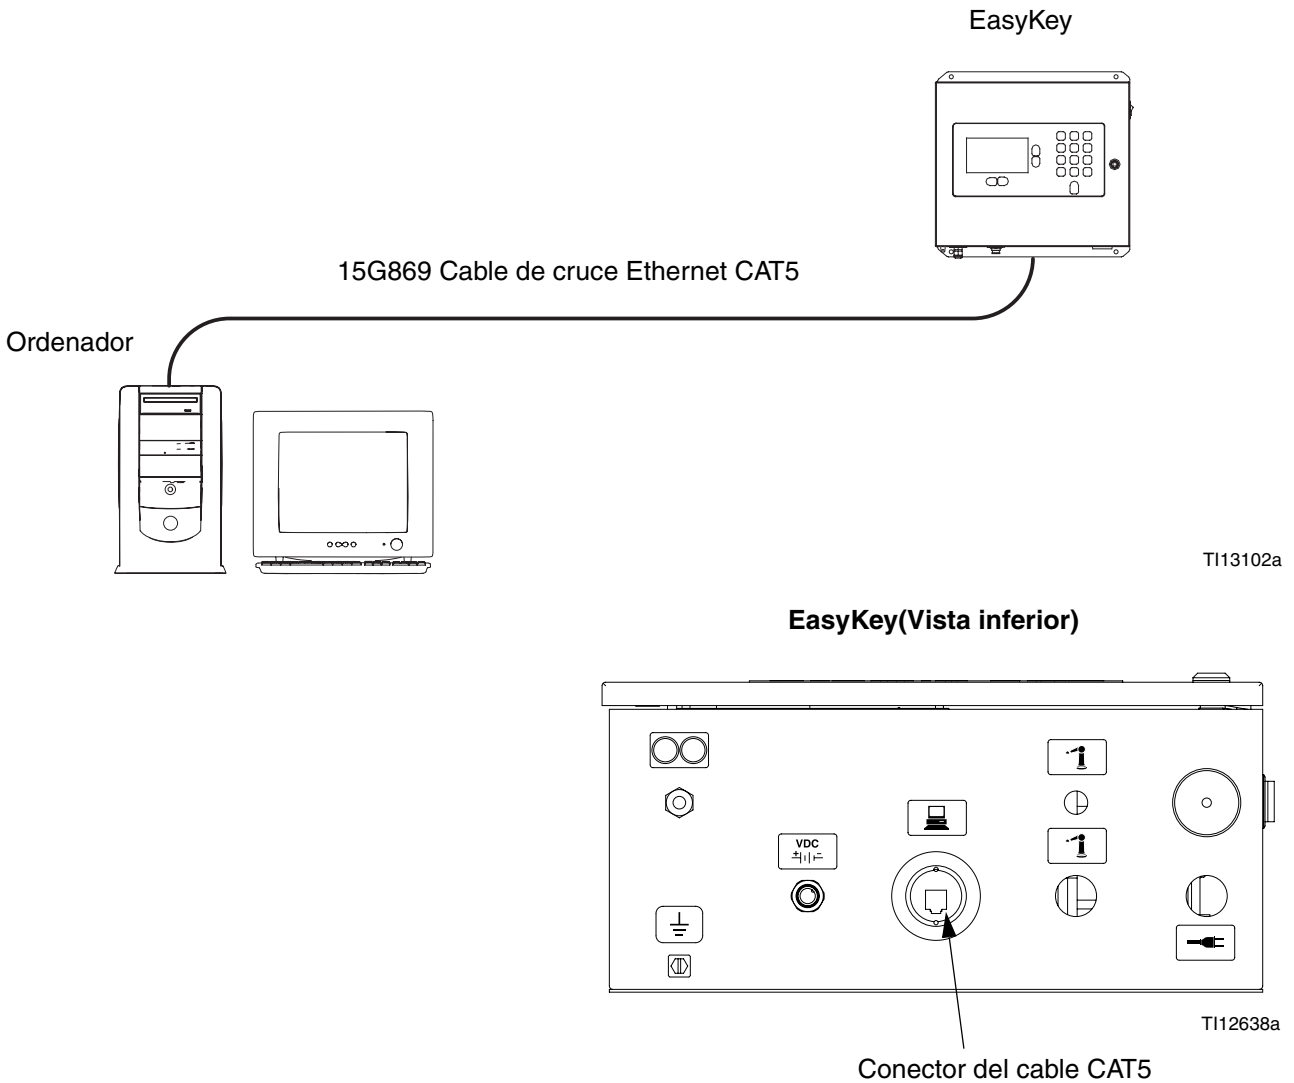

FIG. 1. ProMix 2KS/3KS Conexión de la Interfaz Básica de Web.
2. Después de verificar si Java ha sido descargado en su ordenador, conéctelo directamente al EasyKey, usando el cable de cruce ethernet 15G869 CAT5 suministrado con el EasyKey. Vea FIG. 1.